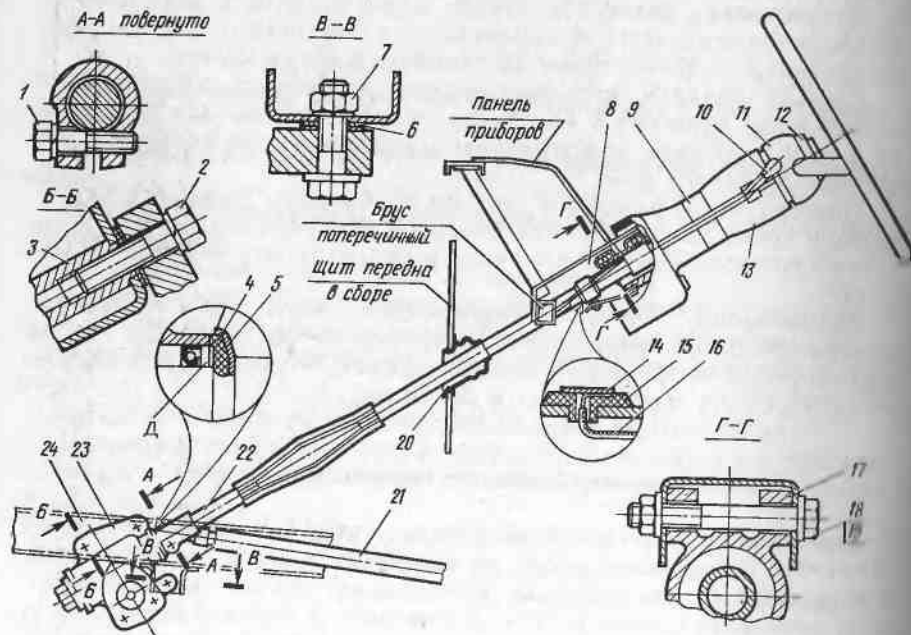
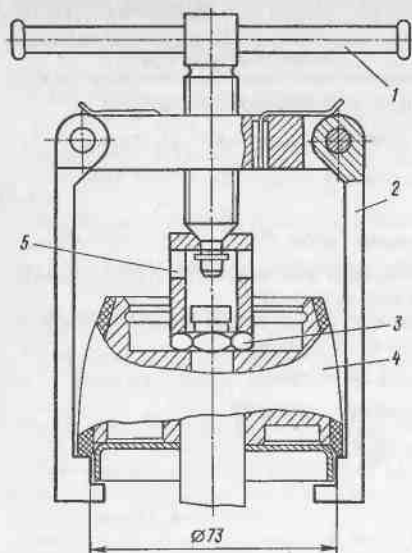

Рис. 153. Рулевое управление:
Рис. 158. Съемник рулевого колеса: 1—ручка; 2—захват; 3—гайка крепления рулевого колеса; 4—рулевое колесо; 5—упор
Рулевое управление (рис. 153) состоит из рулевого механизма 23 типа глобоидальный червяк — двухгребневый ролик, вала 22 ру-
**Снятие и установка рулевого колеса.** Для снятия рулевого колеса необходимо: подвести отвертку под оправу кнопки звукового сигнала 12 (см. рис. 153) в вырез и аккуратно, стараясь не повредить ее, снять кнопку со ступицы рулевого колеса; ввести отвертку в гнезда нижнего кожуха 13, отвернуть 3 винта, соединяющие кожуха, снять верхний кожух 9; аналогично, отвернув 2 винта, снять нижний кожух; отвернуть на 2 оборота гайку 3 (рис. 158) крепления рулевого колеса, поднести захваты 2 съемника под удлинитель ступицы рулевого ко-